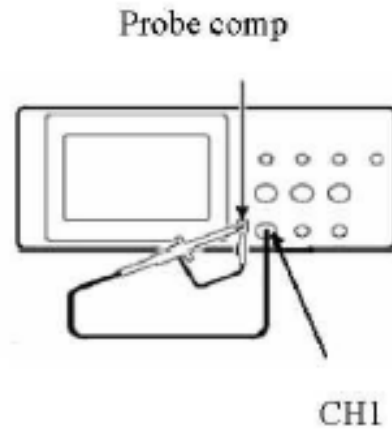

Abb. 5 Anschluss des Tastkopfes
Verbinden Sie Tastkopfspitze und Erdungsklemme mit dem Stecker des Tastkopfkompensators (siehe Abb. 5).
1. Stellen Sie den Dämpfungsfaktor des Tastkopfes im Menü auf 10X, stellen Sie den Schalter am Tastkopf ebenfalls auf 10X und schließen Sie den Tastkopf an Kanal 1 an. Stellen Sie bei Verwendung der Hakenspitze sicher, dass diese sicher mit dem Tastkopf verbunden bleibt. Verbinden Sie die Tastkopfspitze mit dem Signalstecker des Tastkopfkompensators und verbinden Sie die Klemme des Referenzkabels mit der Erdungsklemme des Tastkopfkompensators; drücken Sie dann die Taste AUTOSET (siehe Abb. 5).